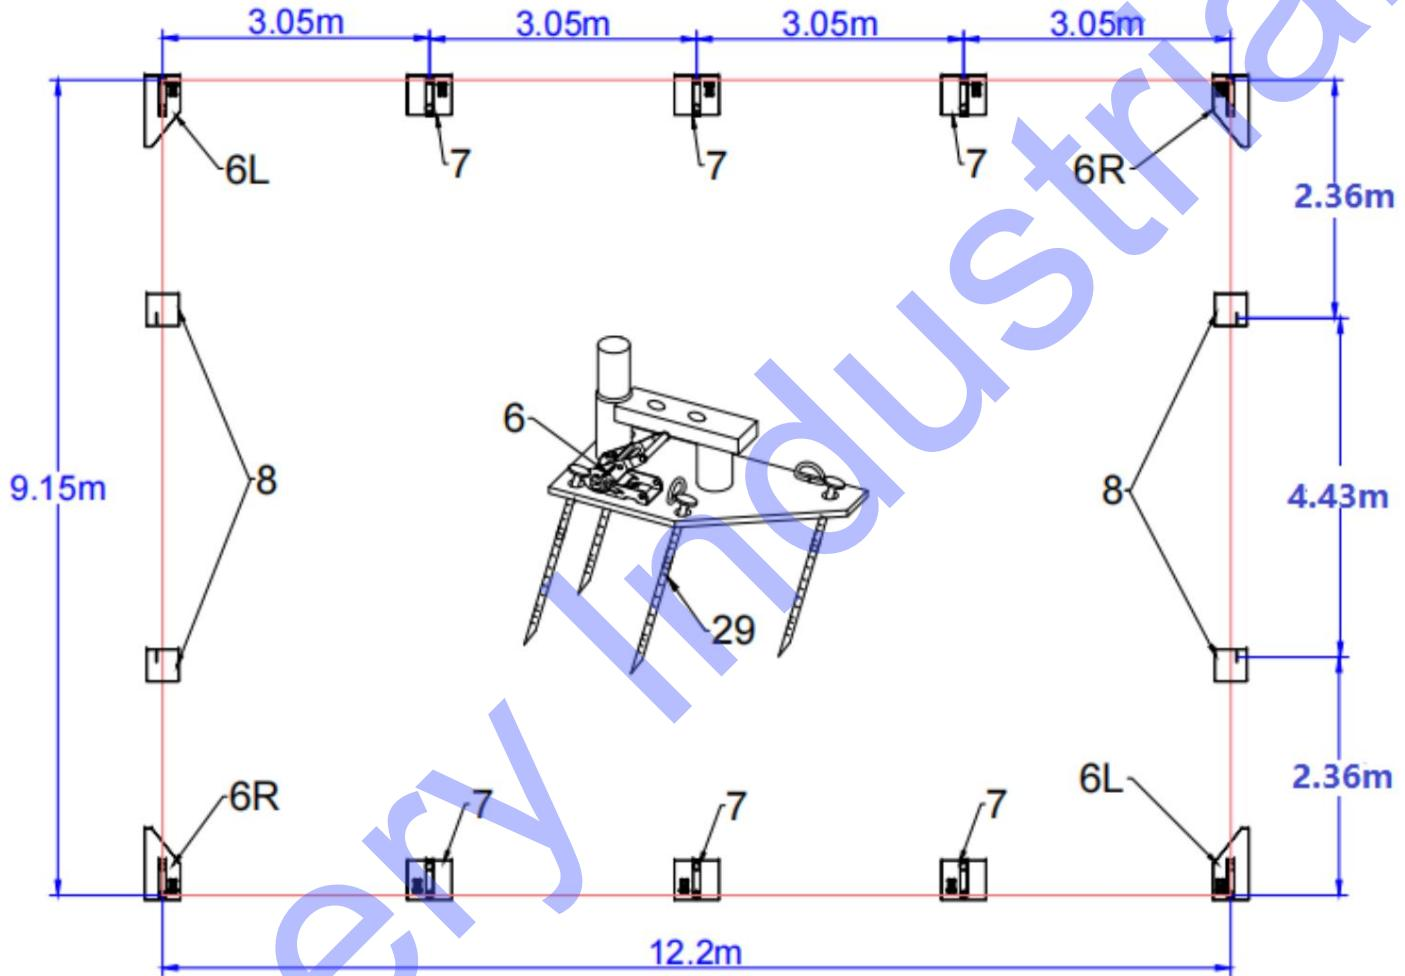

Figure 2 : Placement des fondations
Veuillez vous référer au schéma (Figure 2) pour placer les plaques de base :
- Comme le montre la figure 2, chaque plaque de base est équipée de 4 vis extensibles.